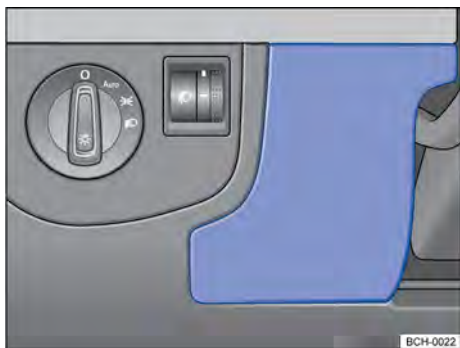

Fig. 166 No lado do condutor do painel de instrumentos: cobertura da caixa de fusíveis.
- Segurar a cobertura da caixa de fusíveis → Fig. 166 e puxar para frente.